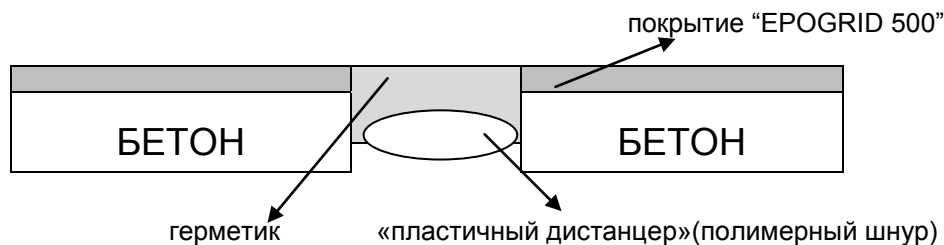

Рис.1. Устройство «температурного шва»
- При укладке бетонных полов эксплуатируемых в условиях со значительными перепадами температур как правило устраивают т.н. «температурные швы» предупреждающие растрескивание основания. При нанесении “EPOGRID 500” поверх таких поверхностей также необходима организация швов в самом покрытии. Шов в покрытии «EPOGRID 500» должен находиться над швами в бетонном основании. Один из вариантов устройства температурного шва указан на рис.1 (герметик не должен иметь адгезию к пластичному дистанцеру (полимерному шнуру)).